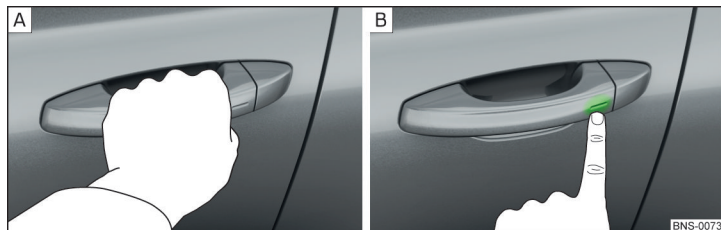

Abb. 48 Fahrzeug entriegeln / Fahrzeug verriegeln
- Den Türgriff greifen, um das Fahrzeug zu **entriegeln** » Abb. 48 - [A].
- Den Sensor am Türgriff mit dem Finger berühren, um das Fahrzeug zu **verriegeln** » Abb. 48 - [B].
- Innerhalb von 5 s den Sensor am Türgriff mit dem Finger berühren » Abb. 48 auf Seite 60 - [B]. Die Deaktivierung wird durch einmaliges Aufblinker der Blinkleuchten bestätigt.